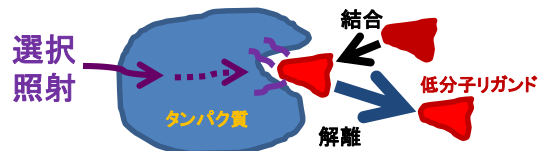
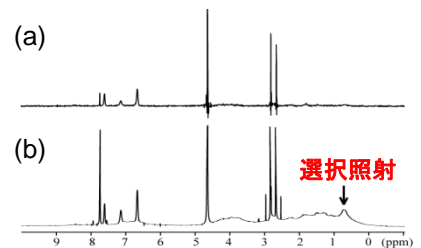

図3 STD法 (タンパク質を選択的に励起)
図4 ヒト血清アルブミンとサリチル酸の相互作用 (STD法)
- STD法の測定手法を図3に、応用例を図4に示します。タンパク質によるシグナルが効率よく消去され、リガンド分子のシグナルが鮮明に表れていることが分かります。